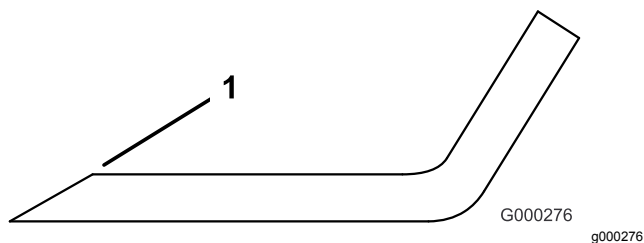

Figure 84
1. Au moyen d'une lime, aiguissez les tranchants aux deux extrémités de la lame (Figure 84).